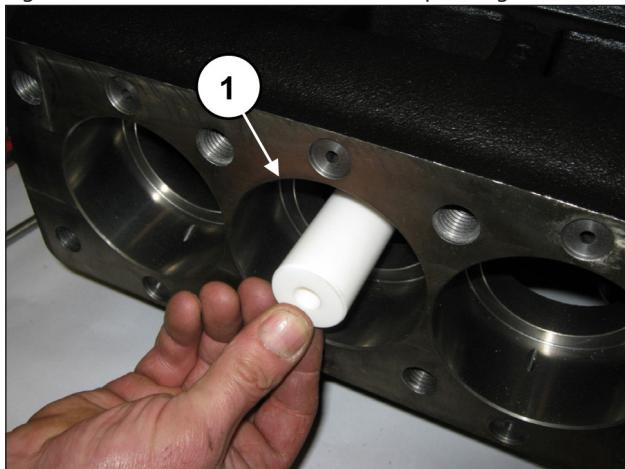

Fig. 182
Monter les pistons sur les guides correspondants (rep. ①, Fig. 182) et les fixer comme le montre le rep. ①, Fig. 183.